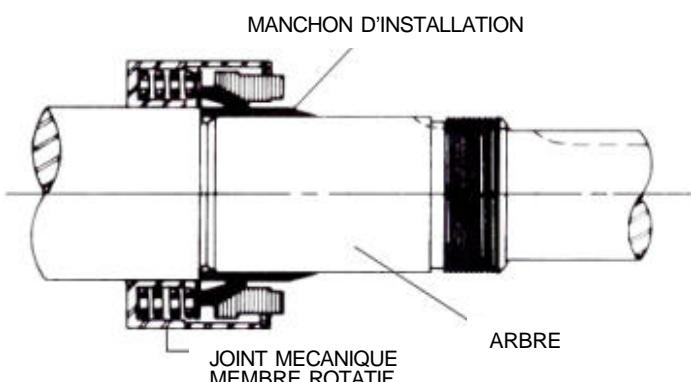

FIGURE 11
2. Placez le manchon d'installation sur l'arbre (**Voir Figure 11**).
4. Amorcez le membre rotatif sur l'arbre (y compris la bague du siège et les vis sur le joint des soufflets) et passez par dessus le manchon (**Voir Figure 11**).